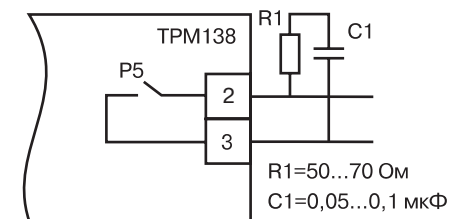

Рис. 13. Шунтирование контактов реле при работе с индуктивными нагрузками
**электромагнитные реле**, нормально-открытые контакты которых выведены на внешние соединительные клеммы. Для увеличения срока службы реле их контакты (особенно при коммутации нагрузок индуктивного характера) рекомендуется шунтировать искрогасящими RC-цепями (рис. 13).